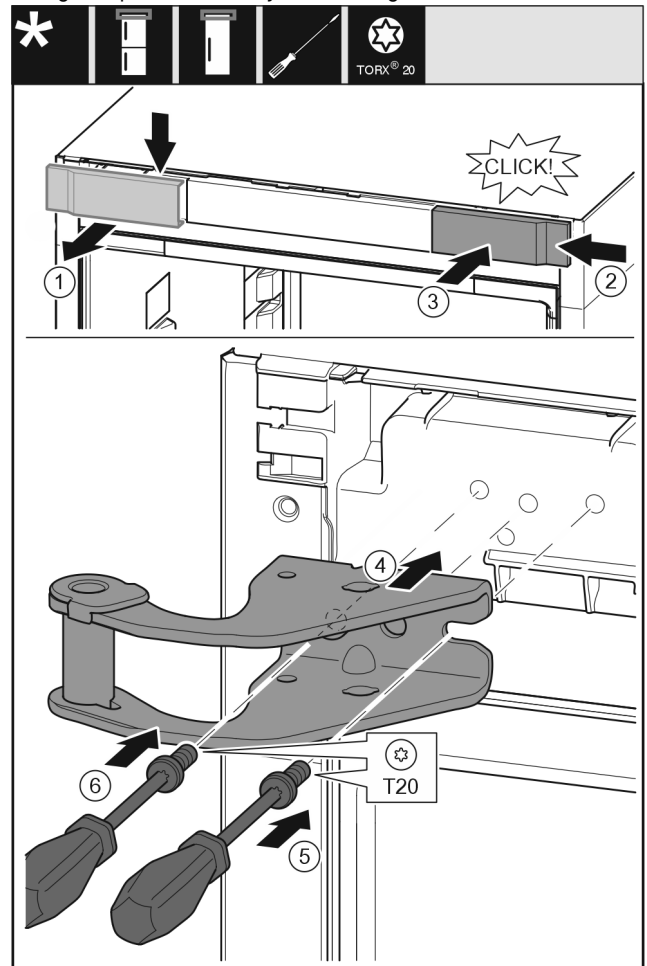

Fig. 11
- ▶ Skinite poklopac Fig. 11 (1) odozgo prema naprijed.
- ▶ Zakvačite poklopac Fig. 11 (2) okrenut za 180° na drugoj strani zdesna.
- ▶ Pustite da se poklopac Fig. 11 (3) uglati.
- ▶ Postavite gornji podložak ležaja Fig. 11 (4).
- ▶ Odvijačem umetnite i pritegnite vijak Fig. 11 (5).
- ▶ Odvijačem umetnite i pritegnite vijak Fig. 11 (6).